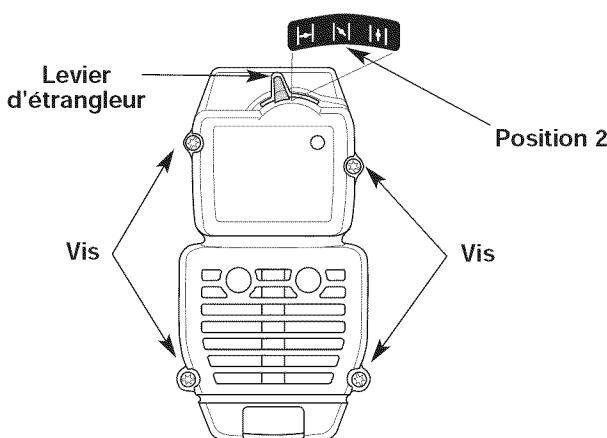

Fig. 17
**REMARQUE:** pour enlever le couvercle du filtre à air/silencieux, le levier d'étrangleur doit être en Position 2 (Fig. 17).
2. Retirez les quatre (4) vis retenant le couvercle du filtre à air/silencieux (Fig. 17). Servez-vous d'un tournevis à mèche no. 20 Torx.
2. Insérez les quatre (4) vis dans les trous du filtre à air/couvercle du silencieux (Fig. 17) et vissez sans trop serrer.